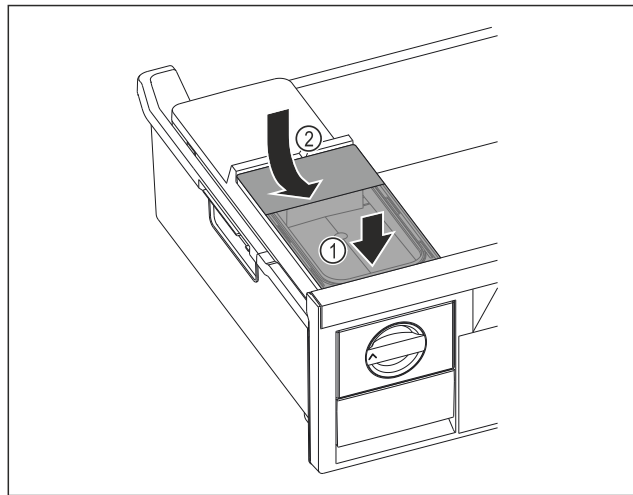

Fig. 34
- ▶ Установите бак для воды спереди. Fig. 34 (1)
- ▶ Опустить бак для воды сзади. Fig. 34 (2)